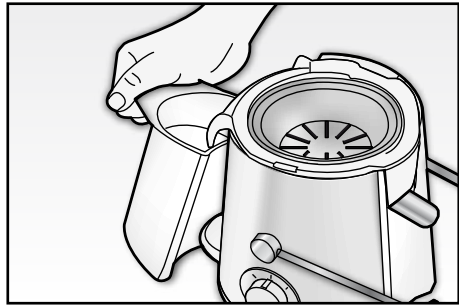

Fig. 4
- Collocare il raccogliore polpa (H) sotto il lembo posteriore del portafiltro (C) (Fig. 4).
- spegnere l'apparecchio, portando la manopola di accensione (H) su «0» e disconnettere la spina elettrica dalla presa a parete.
- Inclinare leggermente il raccoglitore polpa (H) su di un lato e estrarlo con cautela da sotto il salva polpa.
- Svuotare il raccoglitore polpa (H) e riposizionarlo correttamente sotto il lembo posteriore del portafiltro (C) (Fig. 4).